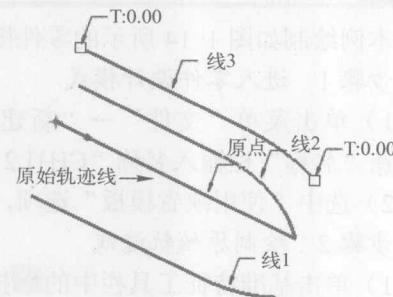

图 1-10
3) 如图 1-10 所示选择原始轨迹线, 并确定其起始点位置。
4) 按下 $\langle \text{Ctrl} \rangle$ 键, 选中建立的三条轮廓线, 如图 1-10 所示。